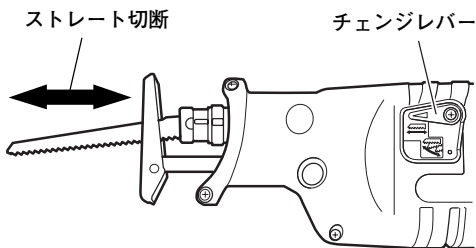
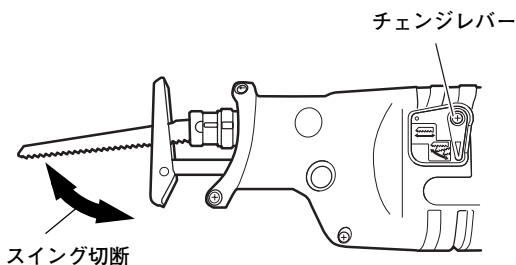
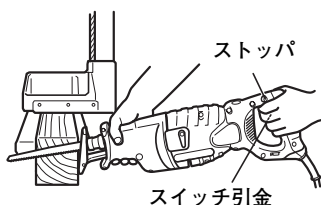

図 15
図 16
図 22
本機は、のこ刃の動きを直線的に動かすストレート切断と、振り子のように動かすスイング切断の2方式の切断の仕方が選べます。(図15、図16)
一般には金属のような硬質材を切断する場合はストレート切断で行ってください。(図15)
チェンジレバーを縦向きにセットするとスイング切断になります。一般には木材のような軟質材を切断する場合はスイング切断で行ってください。スイング切断にセットしますと、のこ刃が切断材料に勢いよく食い込むため能率良く切断できます。(図16)
- (3) のこ刃のスピードは作業条件、切断材料に合わせてダイヤルの目盛りを調整してください。
- (4) チェンジレバーの位置はストレート切断（図 15 参照）にするとスムーズに切断することができます。
- (1) 木材切断の場合も加工物がしっかり固定されているかどうか確かめてから作業してください。(図 22)
- (2) のこ刃のスピードは、ダイヤルの目盛りを“5”にすると能率よく切断することができます。
- (3) チェンジレバーの位置はスイング切断(図 16 参照)にすると能率よく切断することができます。またチェンジレバーの位置をストレート切断にするときれいに切断することができます。